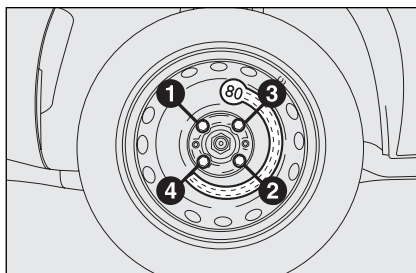

fig. 9
- ☐ en se servant de la clé fournie, serrer à fond les boulons, en passant alternativement d'un boulon à celui diamétralement opposé, selon l'ordre illustré sur la **fig. 9**.
- ☐ en se servant de la clé fournie, serrer à fond les boulons selon l'ordre numérique illustré sur la figure **fig. 9**;
- ☐ en se servant de la clé fournie, serrer à fond les boulons en suivant l'ordre représenté précédemment pour la roue de secours (voir **fig. 9**).